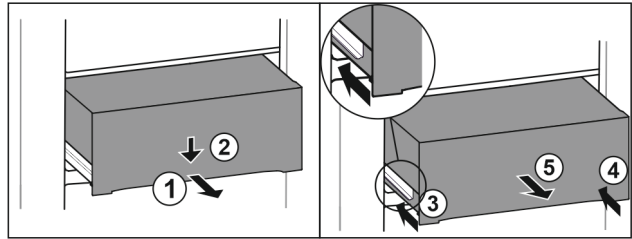

Fig. 75
- ▶ Вытяните выдвижной ящик наполовину. Fig. 75 (1)
- ▶ Вдавите выдвижной ящик в передней части вниз. Fig. 75 (2)
- ▶ Задвиньте левую направляющую прим. на 2 см. Fig. 75 (3)
- ▶ Задвиньте правую направляющую прим. на 2 см. Fig. 75 (4)
- ▶ Извлеките выдвижной ящик движением вперед. Fig. 75 (5)